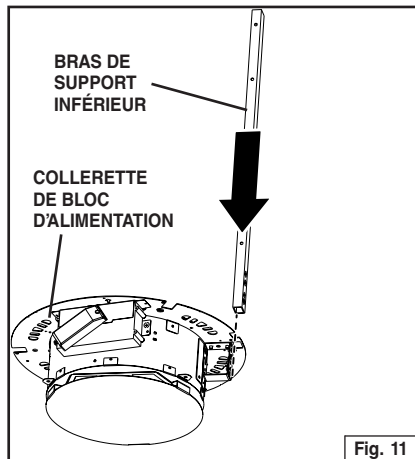

Fig. 11
5. Attachez les bras de support inférieur à chaque bloc d'alimentation. Glissez le bras de support à travers la fente dans le rebord du bloc d'alimentation. Fig. 11.